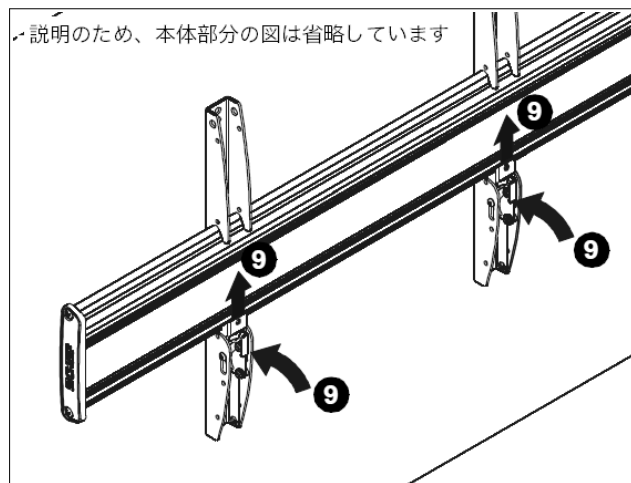

図7
9. ディスプレイをヘッドアセンブリに固定するために、インターフェイスのラッチを「閉じた」位置まで動かします。（図7を参照）